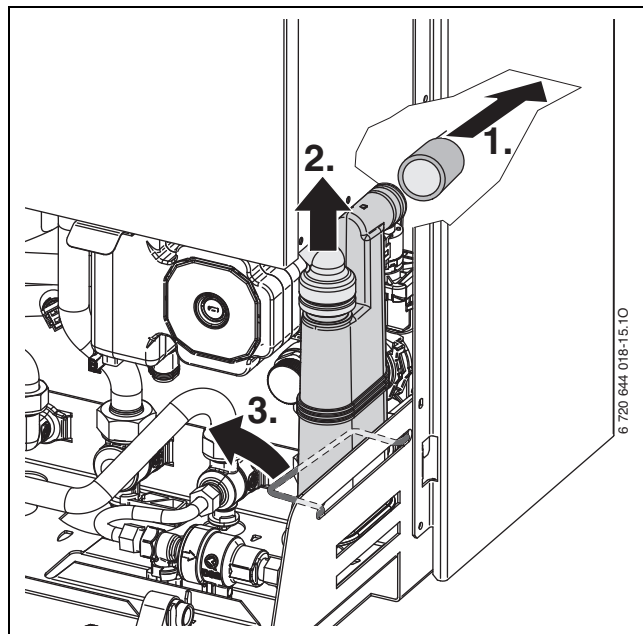

Fig. 80
- ▶ Démontez le siphon des condensats (→ fig. 80) et placez un récipient approprié en dessous.